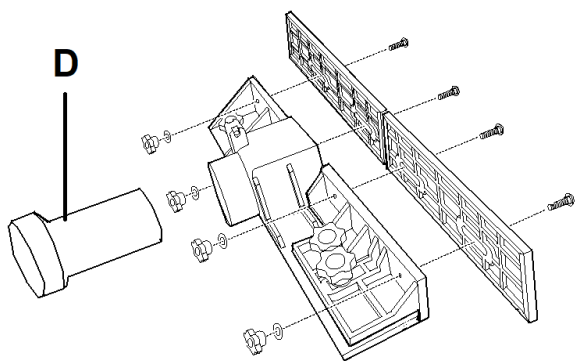

Рис. 10
**Прикрепите панели упора и вытяжной штуцер (Рис. 10)**